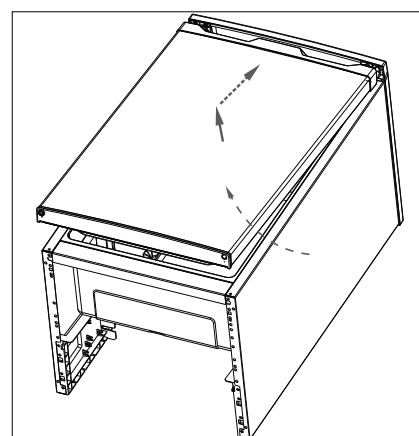

Fig. 11
- ▶ Vuelva a poner la puerta del congelador en la cámara congeladora desplazando la puerta ligeramente inclinada desde abajo hacia arriba (fig. 11). Al hacerlo, preste atención a que la espiga de la bisagra superior entre en el casquillo de bisagra de la parte superior de la puerta del congelador y que la junta cierre correctamente el borde de la carcasa.